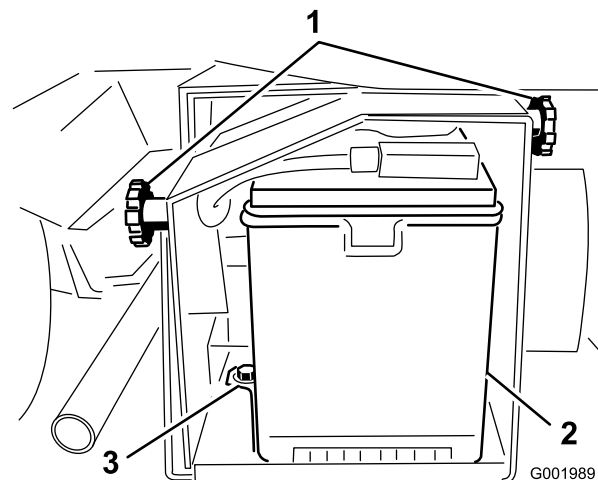

Figura 52
2. Afloje los pomos de los lados de la caja de la batería y retire la tapa de la batería (Figura 52).
5. Retire el dispositivo de sujeción de la batería y los herrajes (Figura 52).
2. Instale el dispositivo de sujeción de la batería, fijándolo con los herrajes que retiró anteriormente (Figura 52).
4. Instale la tapa de la batería y fíjela con los 2 pomos (Figura 52).
1. Afloje los pomos de los lados de la caja de la batería y retire la tapa de la batería (Figura 52).